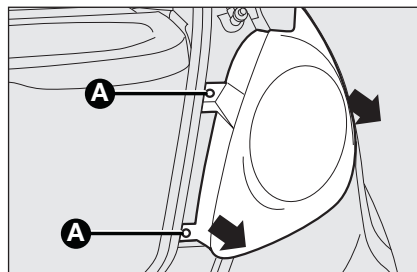

fig. 19
- ☐ dévisser les deux vis de fixation **A-fig. 19** et extraire axialement le groupe optique, sans le tourner ;